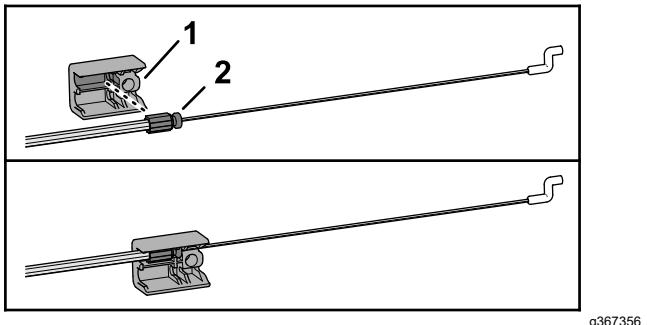

Figura 9
1. Inserite il raccordo all'estremità della guaina del cavo nella presa superiore del raccordo della stegola (Figura 9).